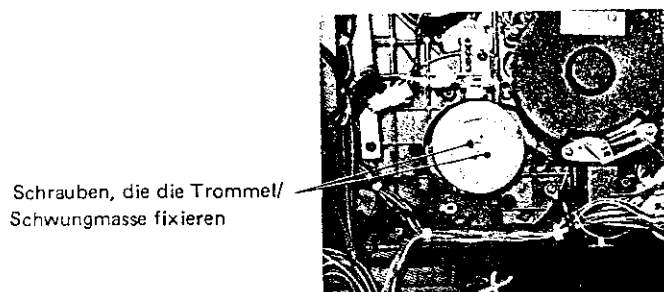

Abb. 2-32
4. Die beiden Befestigungsschrauben für Trommel/Schwungmasse herausdrehen (Abb. 2-32) und Schwungmasse herausziehen.
- Die Schwungmasse am Ende der Trommel mit zwei Schrauben entsprechend Abb. 2-32 so festschrauben, daß die Bohrung der Schwungmasse über der des vorstehenden Teils liegt.